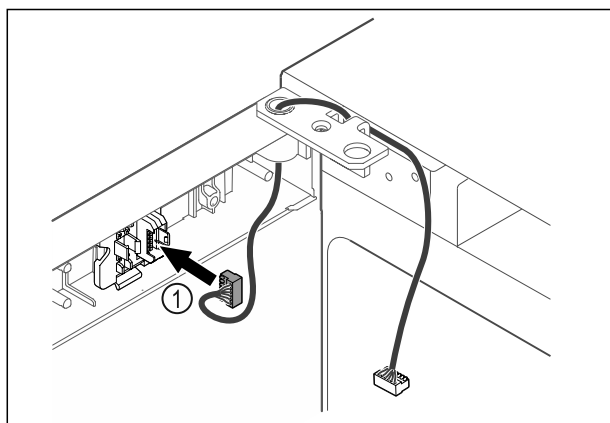

Fig. 48
- ▶ Sätt i kontakten Fig. 48 (1) i kontakthållaren.